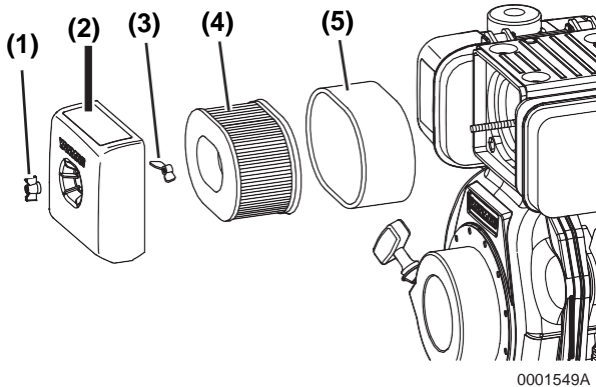

Abbildung 7
1. Entfernen Sie die Flügelmutter (**Abbildung 7, (1)**).
3. Entfernen Sie die Flügelmutter (**Abbildung 7, (3)**).
4. Entfernen Sie das Luftfilterelement (**Abbildung 7, (4)**) und das äußere Schaumstoffelement (**Abbildung 7, (5)**).
8. (**Abbildung 7, (2)**).
9. Installieren Sie das Luftfilterelement (**Abbildung 7, (4)**) in das Luftfiltergehäuse.
10. Installieren Sie die Flügelmutter (**Abbildung 7, (3)**) und halten Sie die anziehen. Zu festes Anziehen der Flügelmutter beschädigt die Luftfilterbauart.
12. Installieren Sie die Flügelmutter (**Abbildung 7, (1)**) und halten Sie anziehen. Zu festes Anziehen der